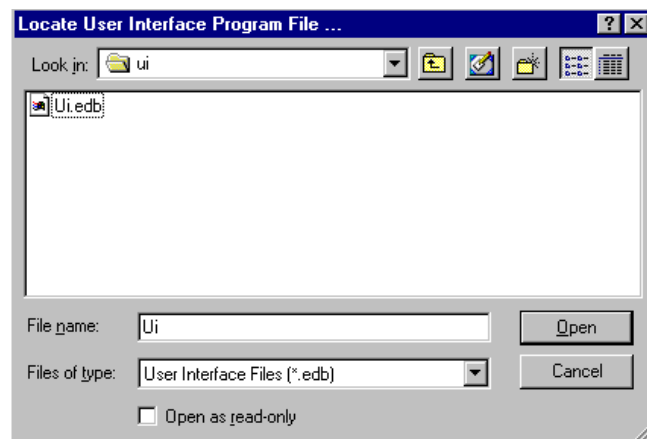

Fig. 13.50
2. Aparece la casilla de diálogo “Localizar archivo de programa del sistema operativo”, en la que se muestra el directorio predeterminado. Vea la Fig. 13.50. Busque el archivo programa en este directorio, o en el disco donde se haya guardado el archivo. Haga doble clic sobre el nombre del archivo o selecciónelo y pulse el botón abrir.